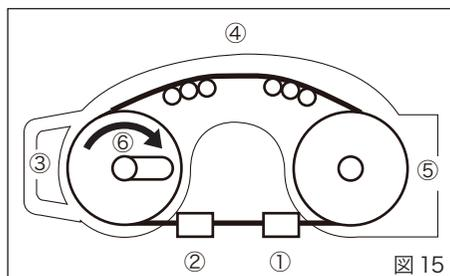

図 15
ノコ刃の取付け (図 15)
- ・図 15 の①~⑤順でノコ刃を取り付けます。最後にテンションレバーを時計方向に回し(⑥)、ノコ刃を張ります。